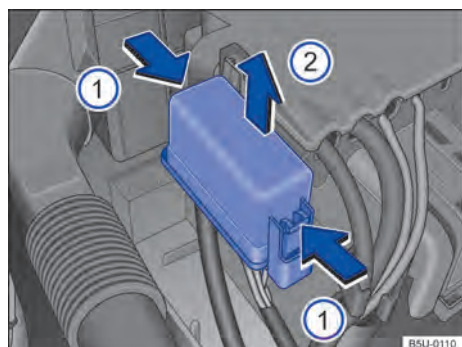

Fig. 180 No compartimento do motor: cobertura da caixa de fusíveis.
→ Fig. 180 ❶, para destravar a cobertura da caixa de fusíveis.
- Remover a cobertura por cima, no sentido da seta ❷.
- Para a **instalação**, colocar a cobertura sobre a caixa de fusíveis. Pressionar a cobertura para baixo, no sentido contrário da seta ❷, até que trave de forma audível.